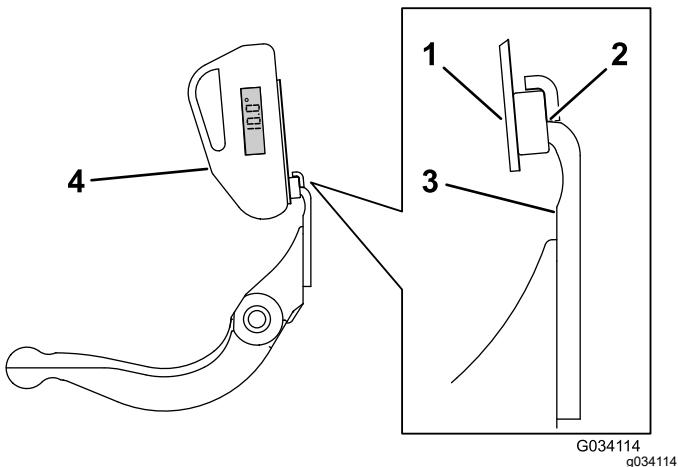

Рисунок 25
3. Установите крепление индикатора угла на кромке неподвижного ножа так, чтобы кромка магнита совпадала с кромкой неподвижного ножа (Рисунок 25).
4. Установите индикатор угла на крепление, как показано на Рисунок 25.